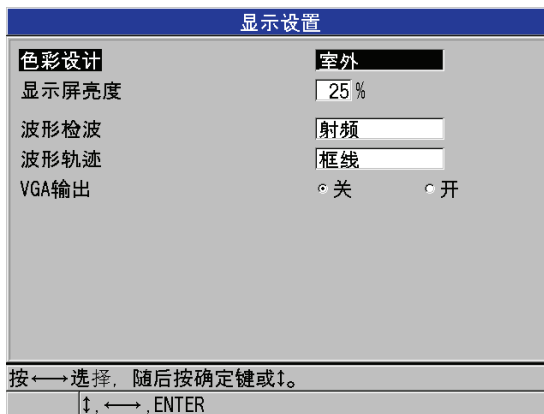

图 4-3 显示设置屏幕
2. 在**显示设置**屏幕中 (参见第 46 页的图 4-3), 为以下参数选择想要的参数和数值: